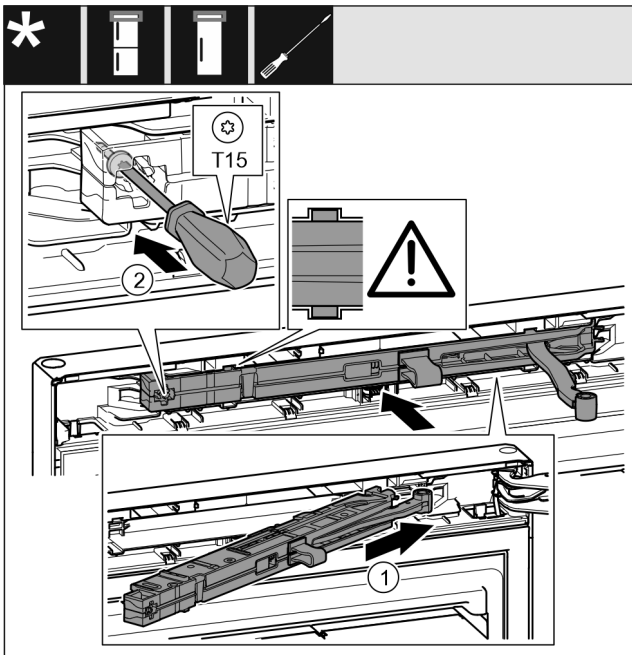

Fig. 25
- ▶ Uždarymo amortizatoriaus mazgą atraminės gembės pusėje įstrižai įkiškite į griovelį. Fig. 25 (1)
- ▶ Atsuktuvu T15 tvirtai prisukite varžtą. Fig. 25 (2)